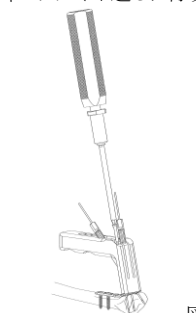

図22
- 22) 遠位六角2.5中空ドライバーの後端にトルクリミッター付きハンドル1.5を接続し、1.3ガイドピンを介して、軸芯を傾けないよう、選択した長さのロッキングスクリュー/ピンを挿入します。(図22)